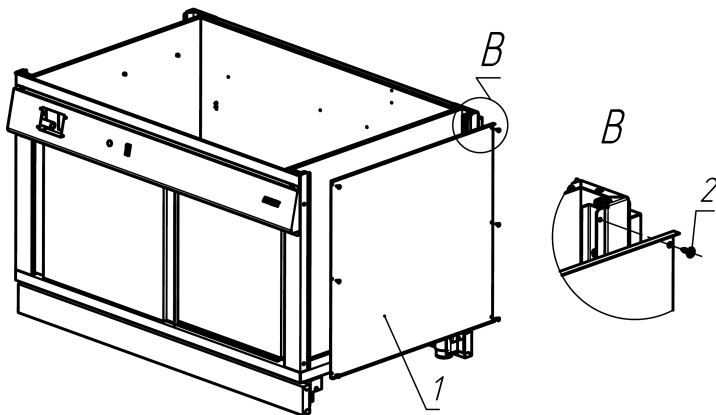

Рисунок 4
2.2.5 В комплект с мармитами первых блюд входят кожух 1 (2 шт.) (смотри рисунок 4) и саморезы 2 (12 шт.). Кожухи устанавливаются и закрепляются на торцах соседних тумб-подставок при помощи саморезов.